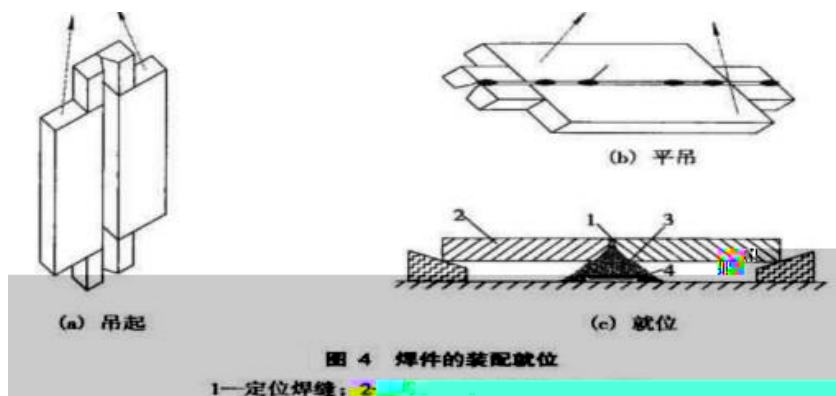

图 4 焊件的装配就位
6) 将装搭好的焊件起吊、翻身，置于焊剂垫上。起吊点应尽量接近装搭焊缝处，以免装搭焊缝断裂。工件安放位置如图 4 所示，以防焊接时工件倾斜不平，在其两端轻轻垫上木楔。